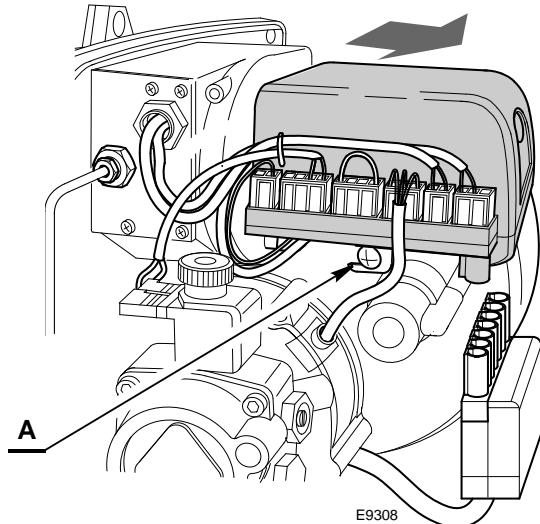

Fig. 14
En las instalaciones por depresión de dos tubos (Fig. 14) la tubería de retorno debe llegar a la misma altura que la de aspiración. En este caso no se necesita válvula de pie.
- aflojar el tornillo A (Fig. 14) y tirar en el sentido de la flecha después de haber desconectado todos los componentes.